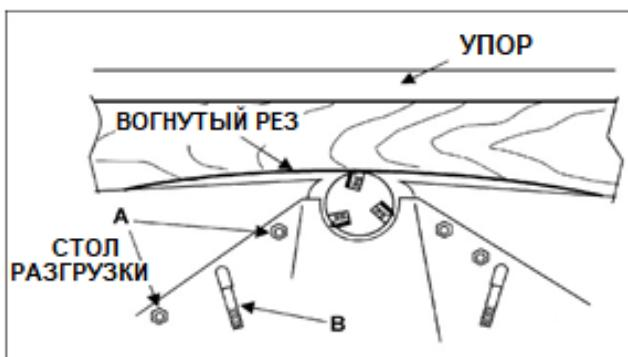

Рис. 26
См. Рис. 26.
Для выполнения вогнутого реза стол разгрузки необходимо опустить ниже уровня строгального вала, как показано на Рис. 26. Ослабьте оба винта регулировочного клина (A) стола разгрузки. Опускание конца стола регулируется с помощью запорной ручки (B). Затягивайте ручку, чтобы уменьшить расстояние, на которое опустился край стола. Оптимальный вогнутый рез для упругих соединений получается, как правило, при опускании края стола на 0,8 мм. После завершения выполнения вогнутого реза снова выровняйте стол разгрузки со строгальными ножами.